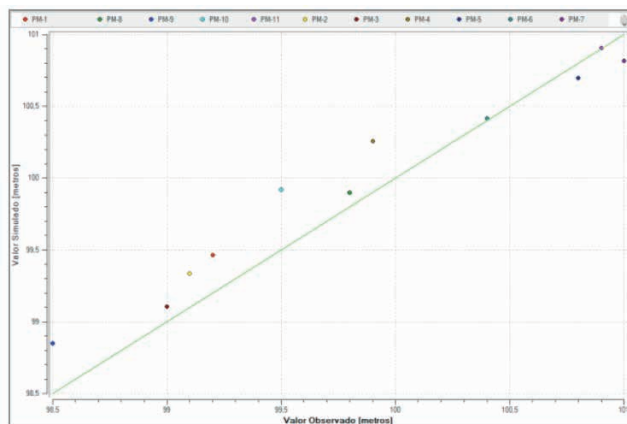

Figura 2.149 Representação gráfica da calibração do fluxo subterrâneo.
- Análise Gráfica (qualitativa):** gráfico comparativo entre valores simulados (eixo y) e valores medidos (eixo x) de carga hidráulica, contendo uma reta comparativa de 45° (que representa os valores simulados iguais aos valores medidos) (Figura 2.149);